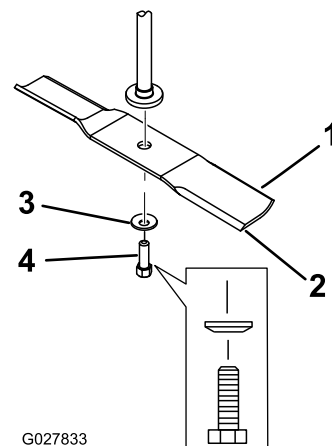

Bild 54
2. Nehmen Sie die Messerschraube, Wellenscheibe und das Messer von der Spindelwelle ab (Bild 54).
1. Setzen Sie das Messer auf die Spindelwelle (Bild 54).
2. Setzen Sie die Wellenscheibe (Kappenseite zum Messer) und die Messerschraube ein (Bild 54).